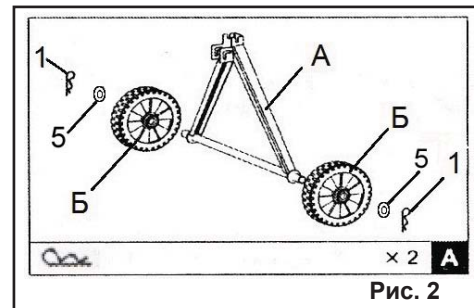

Рис. 2
новите на оси задней стойки (А) колеса (Б) в следующей последовательности: колесо (Б), шайбу (5), шплинт (1), тем самым зафиксировав колеса (Б) на задней стойке (А) (Рис. 2).